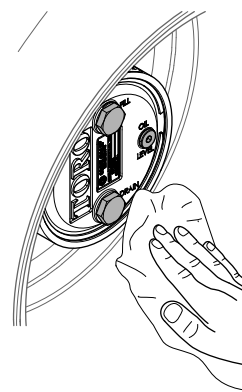

Figure 131
- Essuyez soigneusement les carters de frein et de train planétaire (Figure 131).